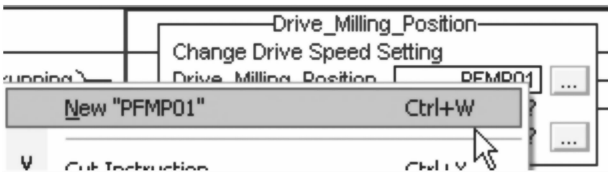

图 20-12 新建“PFMP01”命令
7. 首先从 Drive_Milling_Position AOI 的配置开始。右键单击“PFMP01”并选择“New “PFMP01””，如图 20-12 所示。